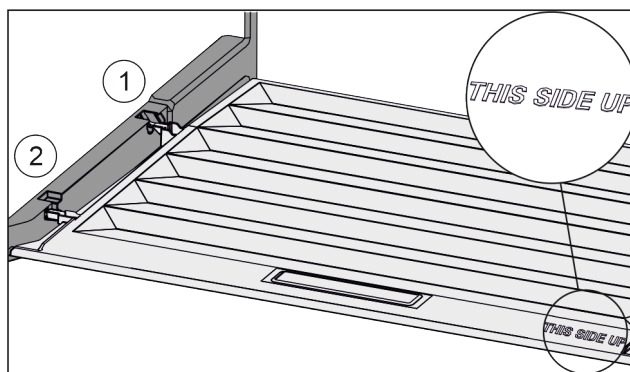

Fig. 145
- ▶ Výstupky víka zaveďte do zadních držáků Fig. 145 (1) a vpředu zaklesněte do držáku Fig. 145 (2).